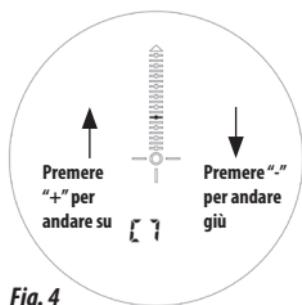

Fig. 4
5. Premere il pulsante Più o il pulsante Meno fino a che l'indicatore a puntino/linea sulla scala verticale del telemetro si trova a livello con il segnale “20 PIN” sul foglio di calibrazione (mantenendo il cerchietto centrale sul contrassegno 40 PIN o 60 PIN) (*Fig. 4*). Prendere nota del numero di riferimento “C” (calibrazione), specialmente se si utilizzano più archi o mirini. Una volta calibrato, è possibile tornare all'impostazione corretta per l'arco e il mirino specifici selezionando il numero di riferimento corrispondente.